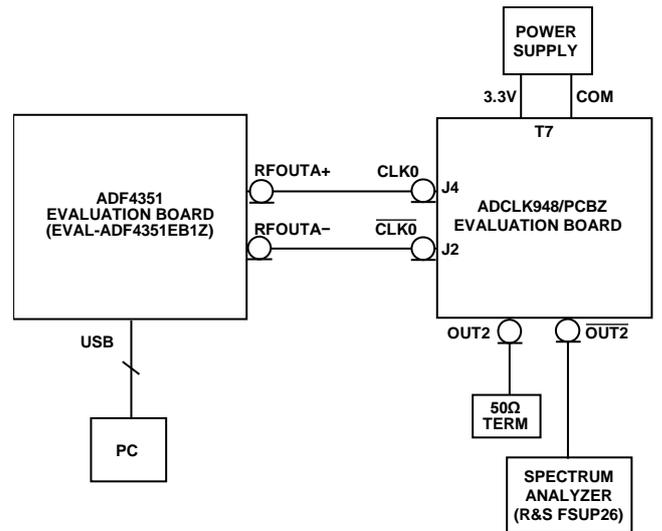

図5. ADF4351の位相ノイズとジッタの測定セットアップ
2. 使用しないADCLK948/PCBZのCLK2出力を50Ωの負荷で終端します(図5参照)。
3. CLK2出力をSMAケーブルを介して信号源アナライザに接続します(図5参照)。